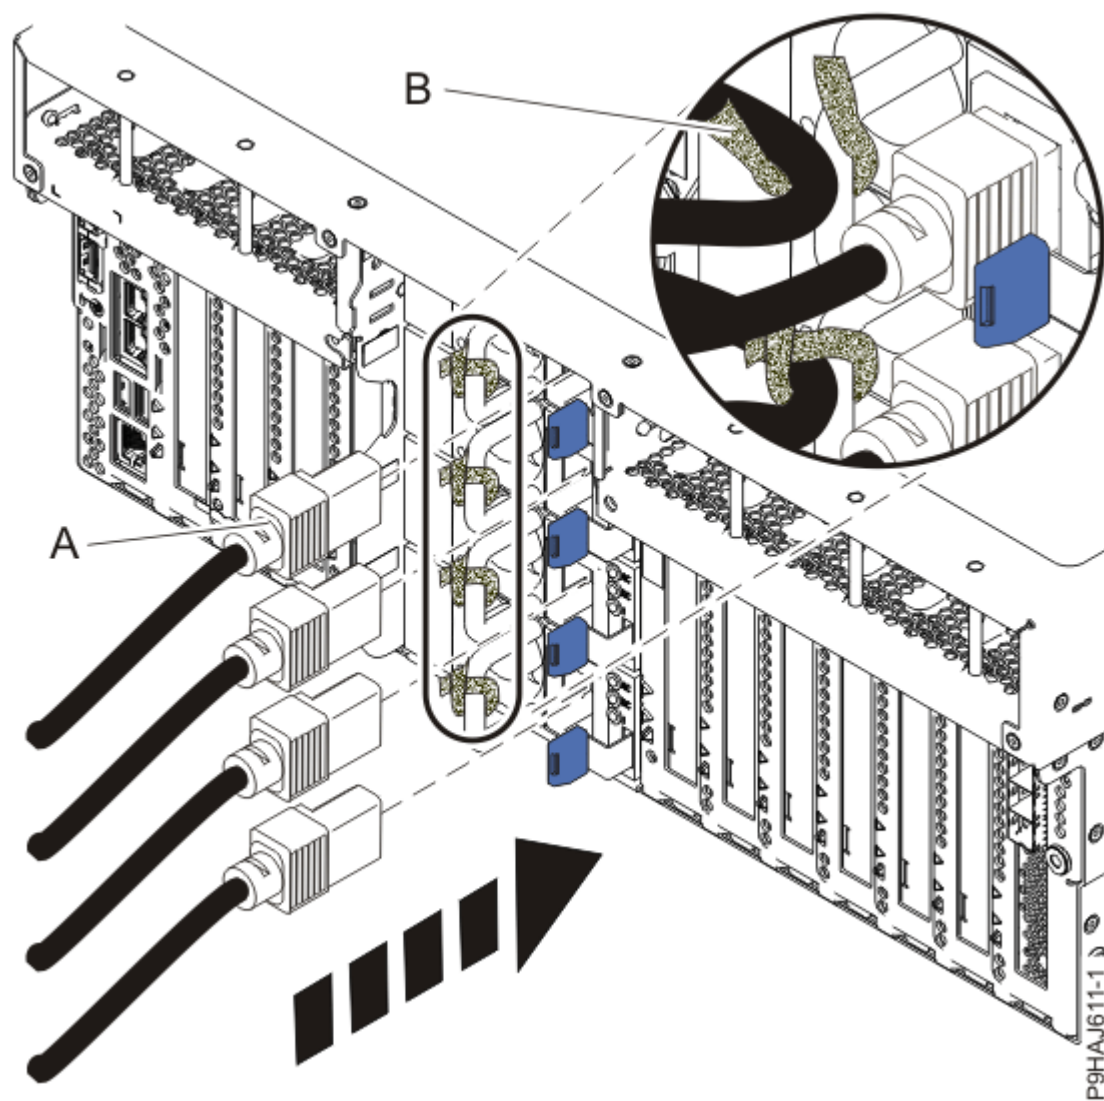
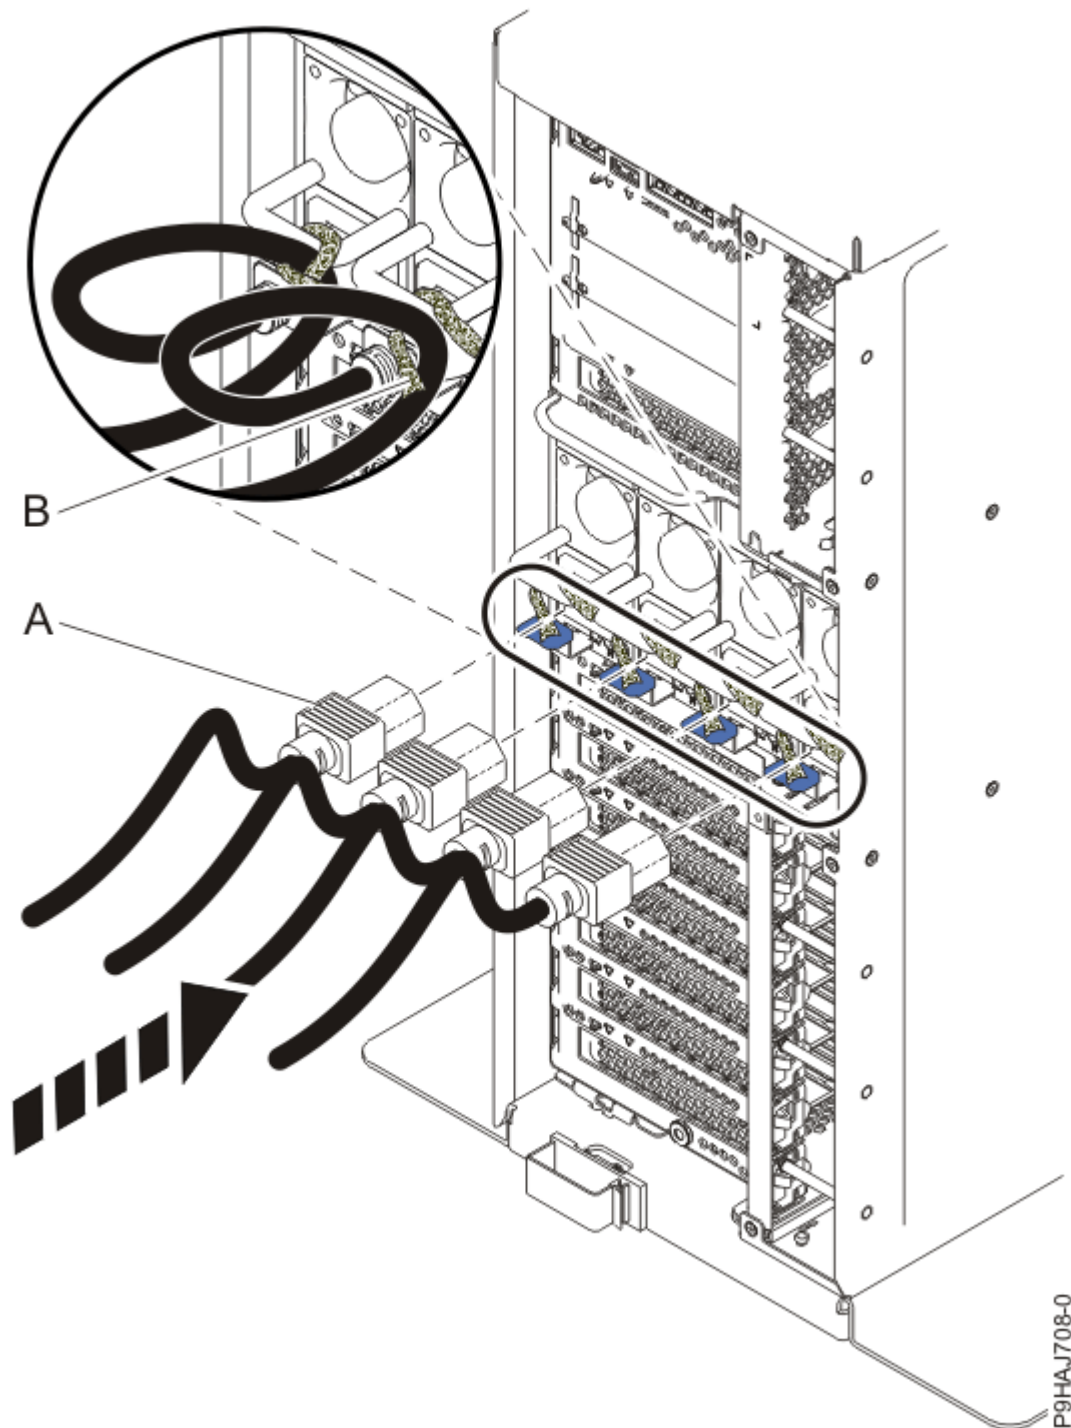

図 17. ラック・マウント型システムへの電源コードの接続
図 18. スタンドアロン・システムへの電源コードの接続
6. ラベルを使用して、電源コード (A) をシステム装置に再接続します。
面ファスナー (B) を使用して電源コード (A) をシステムに固定します (20 ページの図 17 または 21 ページの図 18 を参照)。